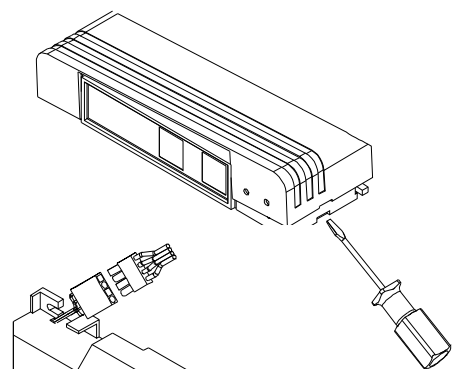

Fig. 1
- 1: Enlever le couvercle en plastique en exerçant une pression avec un tournevis et en le soulevant vers l'extérieur (voir Fig. 1)